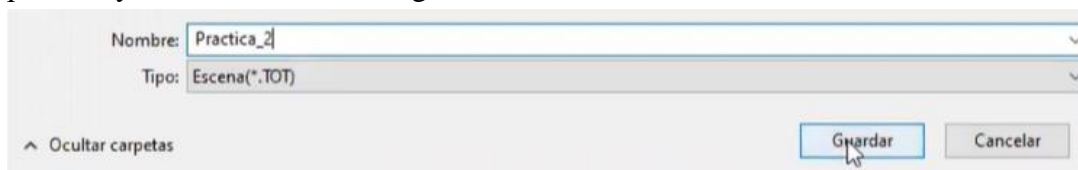

Figura 197. Guardado del archivo.
54. En la nueva ventana, guardar el archivo en la carpeta del proyecto, con el nombre de la práctica y extensión “.TOT”. Figura 197.